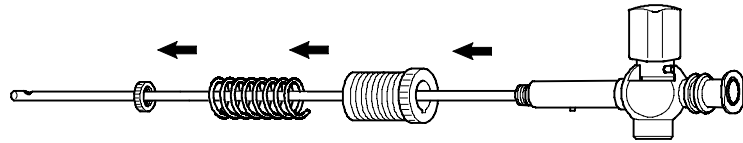

Рис. 6
- ◇ Демонтируйте инструменты в соответствии с руководством по эксплуатации См. в качестве примера рис. 6, 7, 8 и 9 .
- ◇ Снимите уплотнительные колпачки и уплотнения и положите в корзину для инструментария (рис. 6)